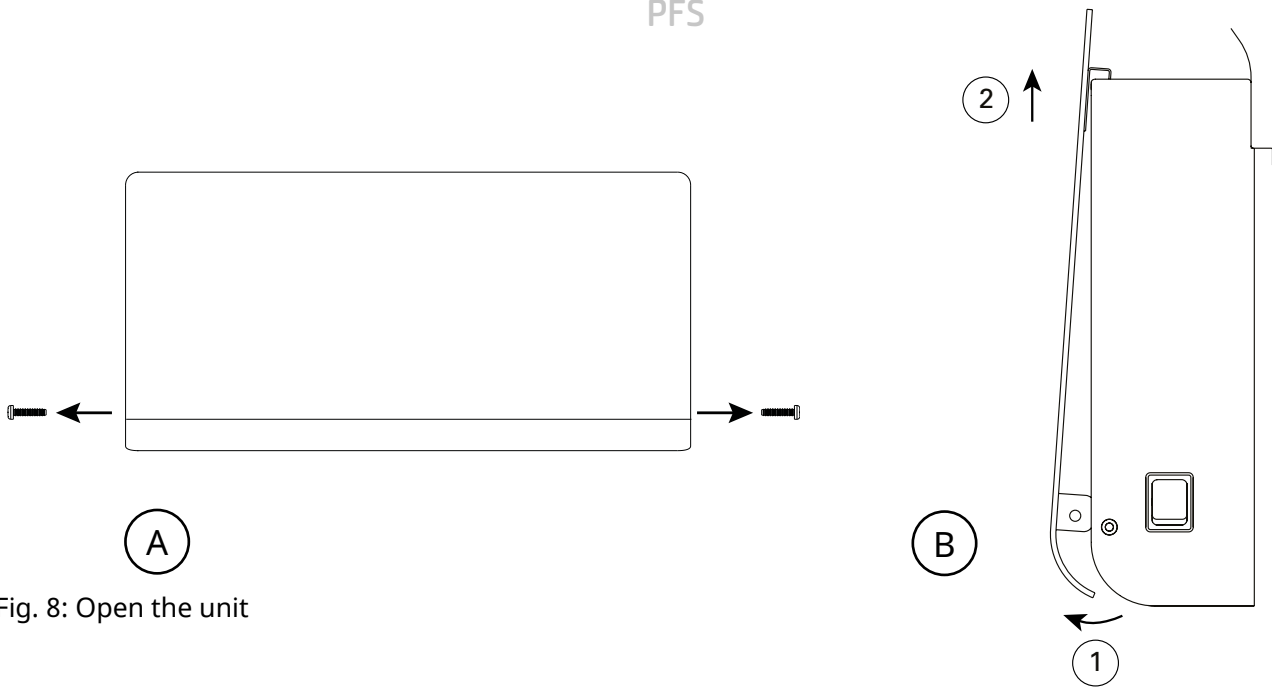

Fig. 8: Open the unit
2. Fronten åpnes ved å fjerne skruene på plastendene (2 stk.), dra nederst på fronten og deretter løfte den opp. (Fig. 8.)